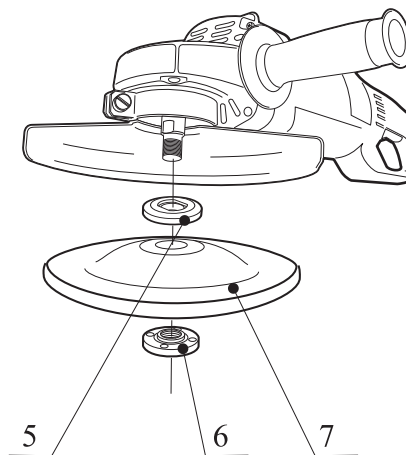

Рисунок 3.
4. Фиксатор вала (рис. 2); 5. Шайба прижимная внутренняя (рис. 3);
6. Шайба прижимная внешняя (рис. 3); 7. Абразивный диск (рис. 3)